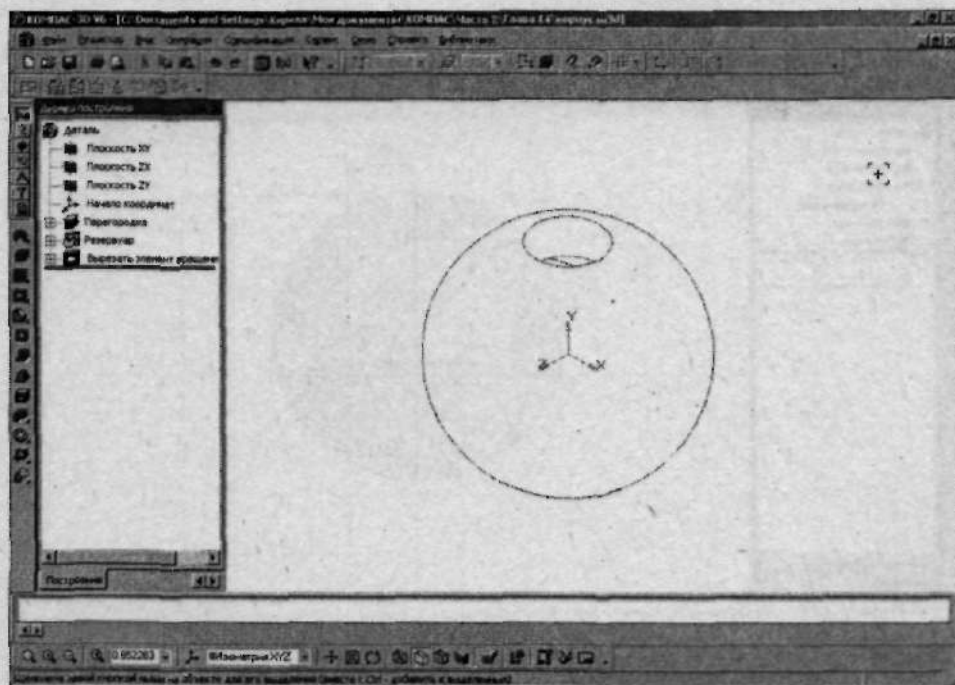

Рис. 2.129. Результат выполнения операции *Вырезать вращением*
19. Чтобы создать операцию щелкните по кнопке  (Создать объект). В результате вы должны получить элемент, показанный на рис. 2.129.